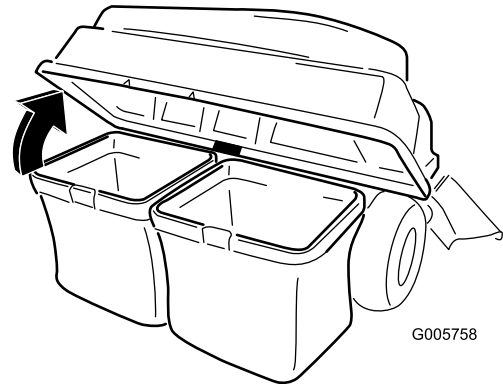

Bild 25
3. Heben Sie die Abdeckung des Heckfangsystems an (Bild 25).